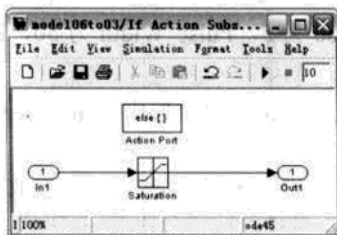
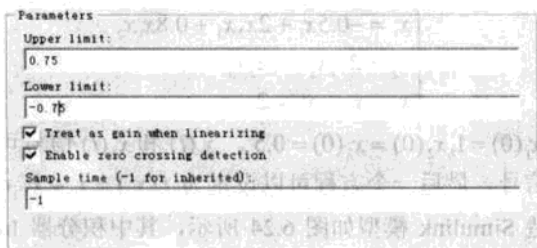
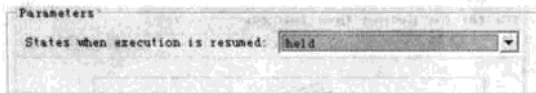

图 6.20 If Action Subsystem1 子系统
图 6.21 Saturation 模块参数设定
图 6.22 Action Port 模块参数设定
- 双击 If Action Subsystem1 模块, 在弹出子系统模型窗口中添加饱和(Saturation)模块, 如图 6.20 所示。双击子系统内的 Saturation 模块, 对话框设置如图 6.21 所示, 设置 Upper limit 为 0.75, Lower limit 为 -0.75, 然后单击 OK 按钮。然后双击子系统内的 Action 模块, 在弹出对话框中设置参数 States when execution is resumed 为 held, 如图 6.22 所示, 然后单击 OK 按钮。最后单击子系统窗口中的  按钮保存子系统。